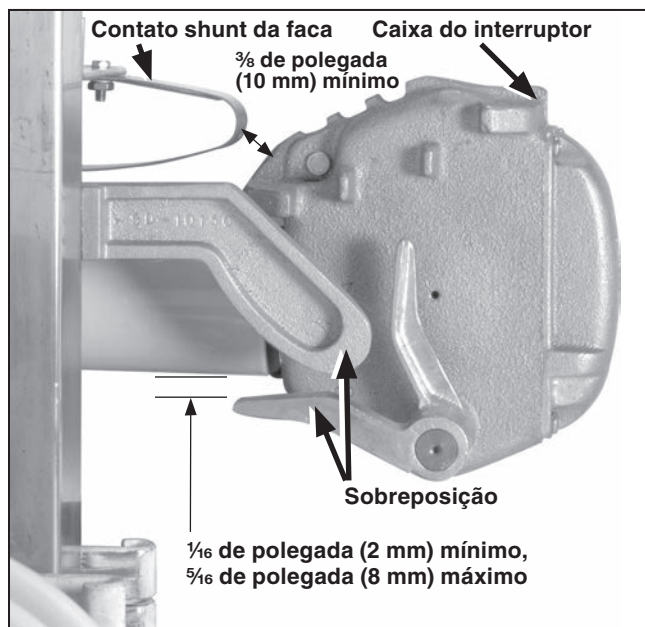

Figura 37. Conjunto da faca na posição completamente fechada.
- (b) Com o conjunto da faca na posição totalmente fechada, verifique a folga mínima entre cada contato shunt da faca e sua respectiva caixa interruptora. Ver Figura 37. Os contatos shunt podem ser flexionados para a obtenção desta folga.